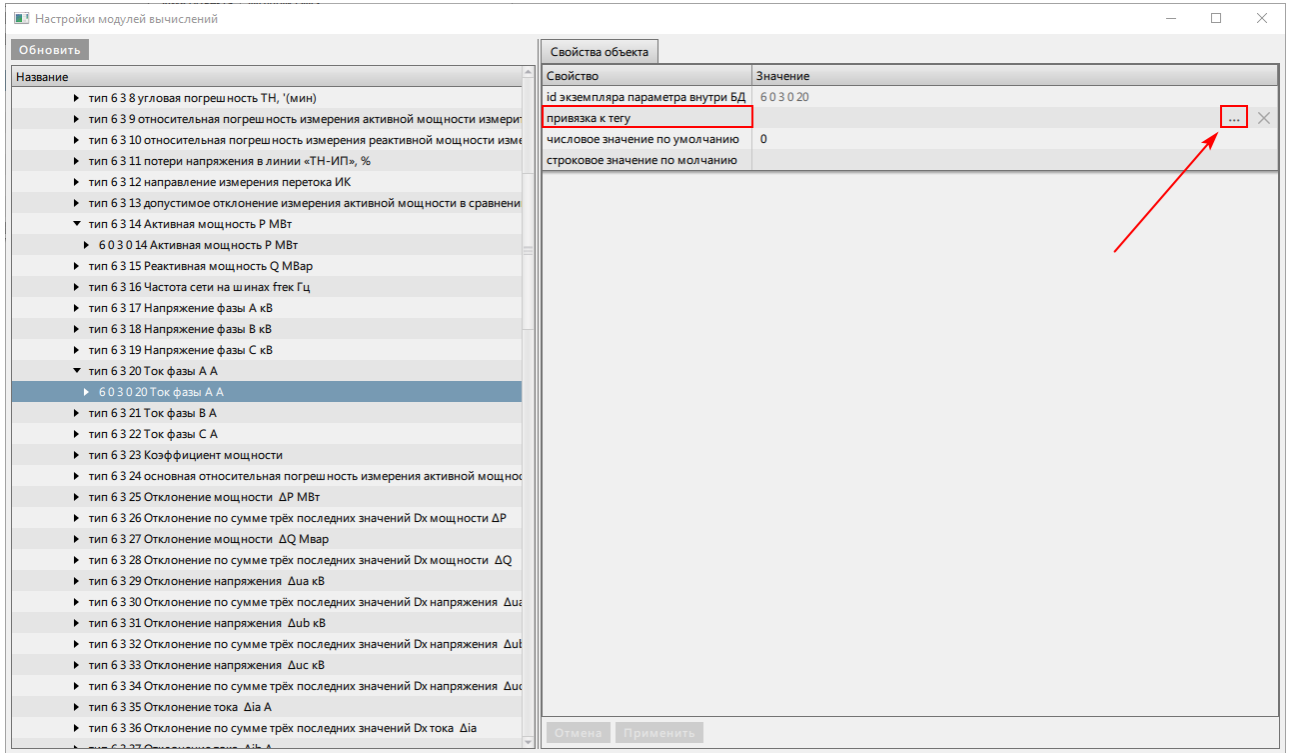

Рисунок 434 - Привязка к тегу
2. Нажмите на «...» напротив строки **привязка к тегу** (Рисунок 434).